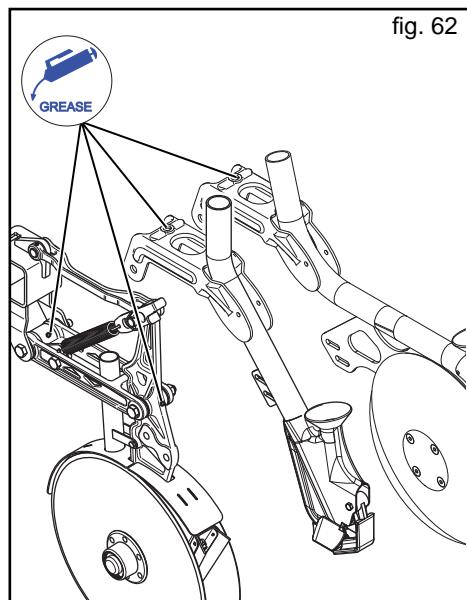
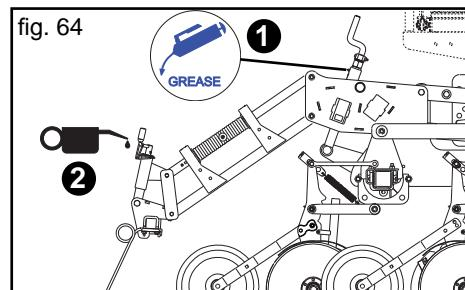
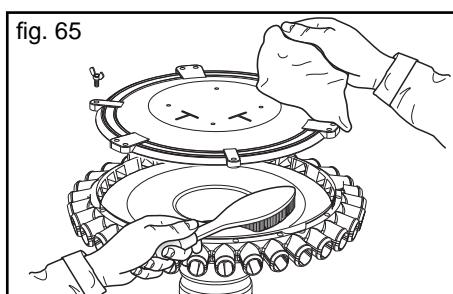
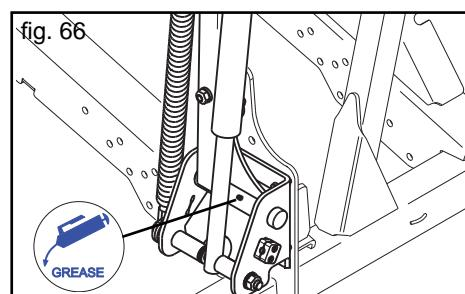

fig. 62
fig. 64
fig. 65
fig. 66
ALLE 8 ARBEITSSTUNDEN	<ul style="list-style-type: none"> - Die Scharelemente schmieren (Abb. 62). - Die Schraube der Mittelkurbel schmieren (1, Fig. 64).
ALLE 50 ARBEITSSTUNDEN	<ul style="list-style-type: none"> - Den Dosierzvorrichtungskörper vollständig und sorgfältig reinigen (siehe Kap. 4.4). - Streukopf vollständig und sorgfältig reinigen (Abb. 65): <ul style="list-style-type: none"> • Flügelmutterschrauben lösen und entfernen (A); • Deckel des Streuers abnehmen (B); • Die Metallteile mit einer Bürste und die Kunststoffteile mit einem Lappen reinigen; • Deckel aufsetzen und mit den Flügelmutterschrauben festmachen. - Die Scharelemente schmieren (Abb. 62). - Kontrollieren daß alle Schrauben korrekt festgezogen sind. - Den Zapfen des Spurreisserarms schmieren (Fig. 66). - Die Schraube der Kurbel-Saatriegel mit Mineralöl schmieren (2, Abb. 64).